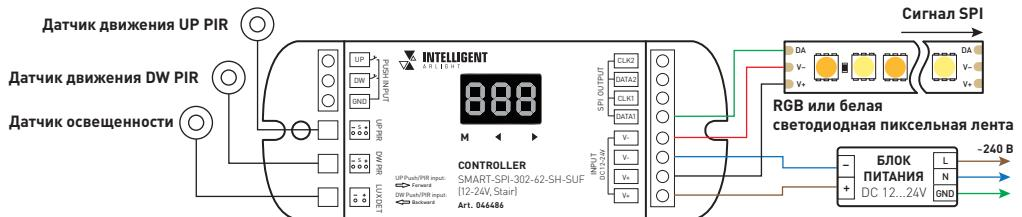

Рис. 1. Схемы подключения контроллера
- Подключите контроллер согласно выбранной схеме (см. рис. 1–4).